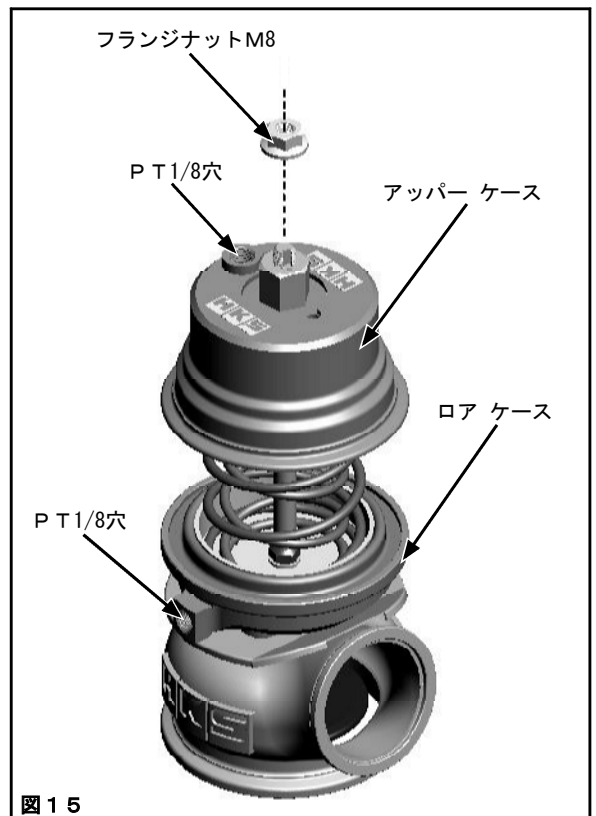

図 15
(19) フランジナットM8を取付けてください。(図15)
※アッパー ケースは、商品出荷時には図15の向きに